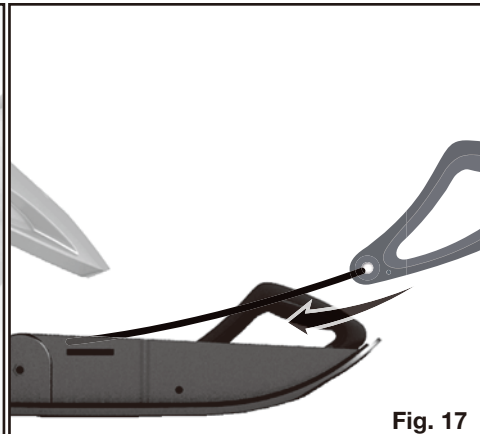

Fig. 17
19. Pour replacer la poignée de la corde de remorquage, insérez la poignée dans le support du ski avant et la corde de remorquage sera automatiquement retirée dans le dispositif de la corde de remorquage. (voir fig. 17)